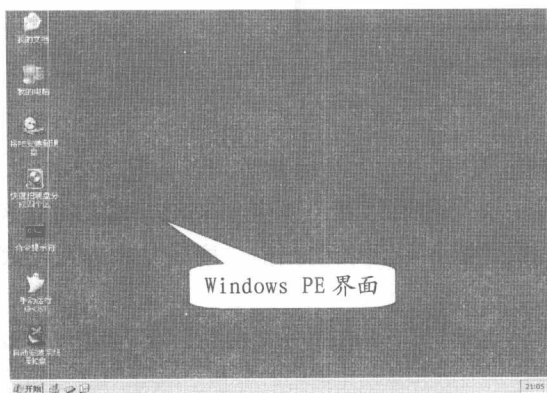

图 7-10 Windows PE 界面
步骤① 使用带有磁盘分区表医生软件的 Windows PE (Windows 预安装环境) 启动光盘引导电脑，进入 Windows PE 界面，如图 7-10 所示。